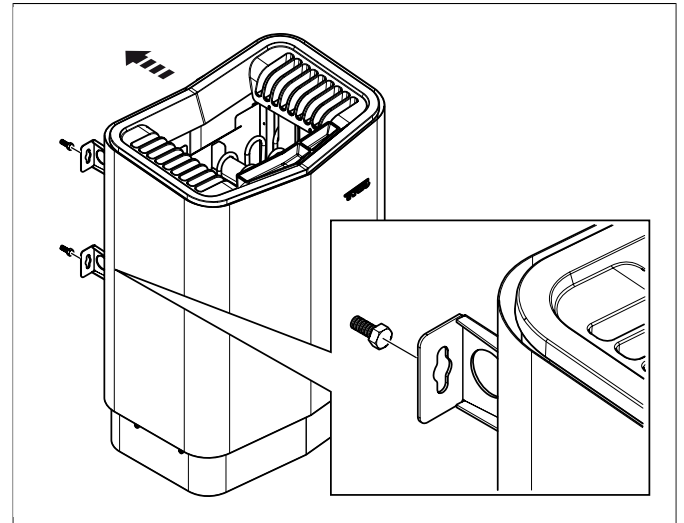

Abb. 12: Aufhängen des Ofens
11. Hängen Sie den Ofen an den Schrauben auf, siehe **Abb. 12**, Seite 5.